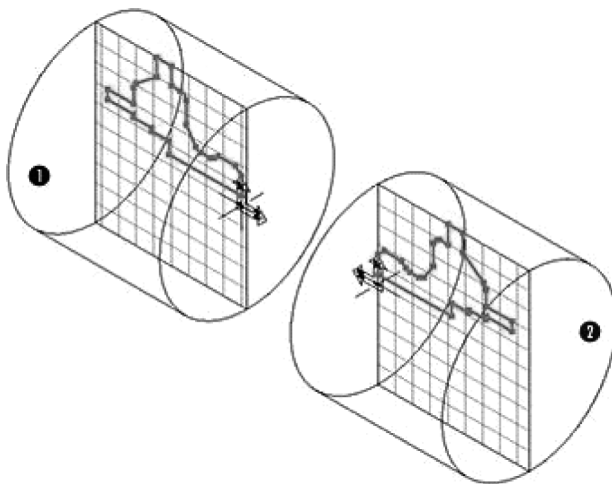

图 3-22 坐标变化后效果
- 3) 从修改菜单中选择变换 CS (HVD) (Ctrl - \), 如图 3-22 所示。